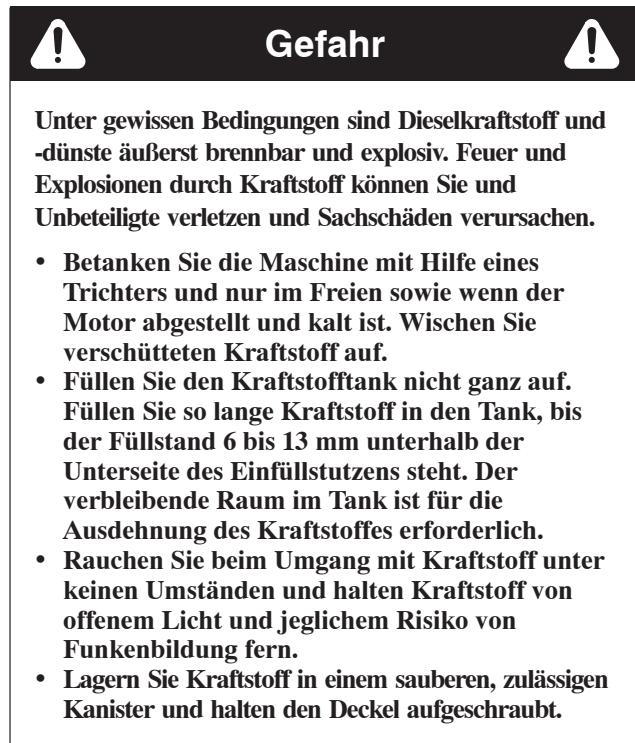

Bild 17
1. Reinigen Sie den Bereich um den Tankdeckel (Bild 17).